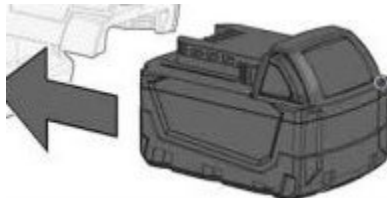

Рисунок 3. Схема встановлення акумуляторної батареї.
2. Для під'єднання акумуляторної батареї до перфоратора поєднати виступи на акумуляторі із пазами на корпусі виробу та з невеликим зусиллям посунути акумулятор у напрямку стрілки (рис. 3) до фіксації. Не рекомендовано докладати надмірних зусиль під час встановлення